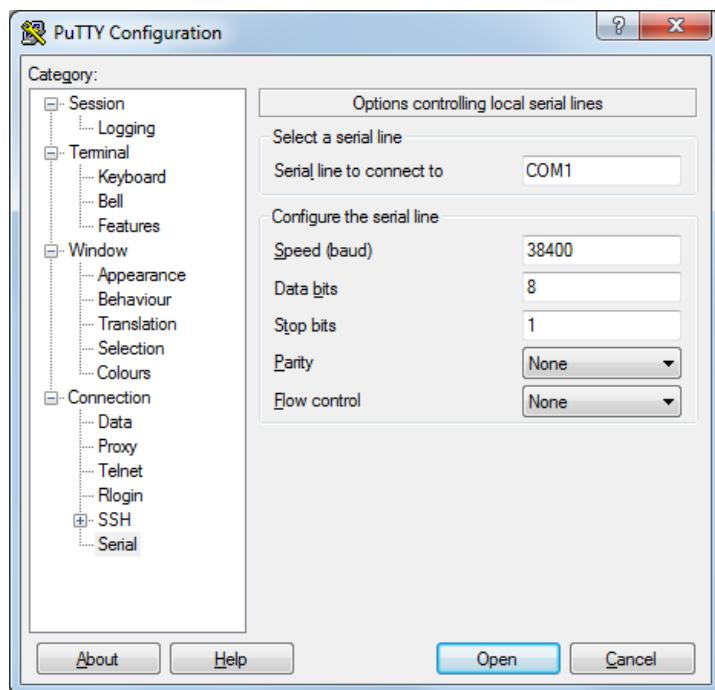

Рисунок 8.20 – Окно настройки соединения программы PuTTY
8) Получить доступ к консоли «ARMmon» начального загрузчика ЦП восстанавливаемого модуля приема, для чего: создать соединение с СОМ-портом ПК на скорости 38400 бит/с (см. рис. 8.20); в окне терминальной программы (терминале) нажать и удерживать клавиши «**CTRL+C**», и одновременно с этим, кратковременно нажать кнопку восстанавливаемого модуля приема. В терминале появятся следующие данные, показанные на рисунке 8.21;